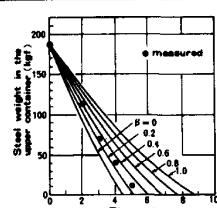

Fig. 2 Efficiency of electromagnetic-brake in the experimental system (Type A).
3. 結果と考察 実験結果を Fig. 2 に示す。流路内で溶鋼が充満し、一定流速で流れていると仮定した時の流路系内のエネルギーバランスは(1)式のように表わされる。